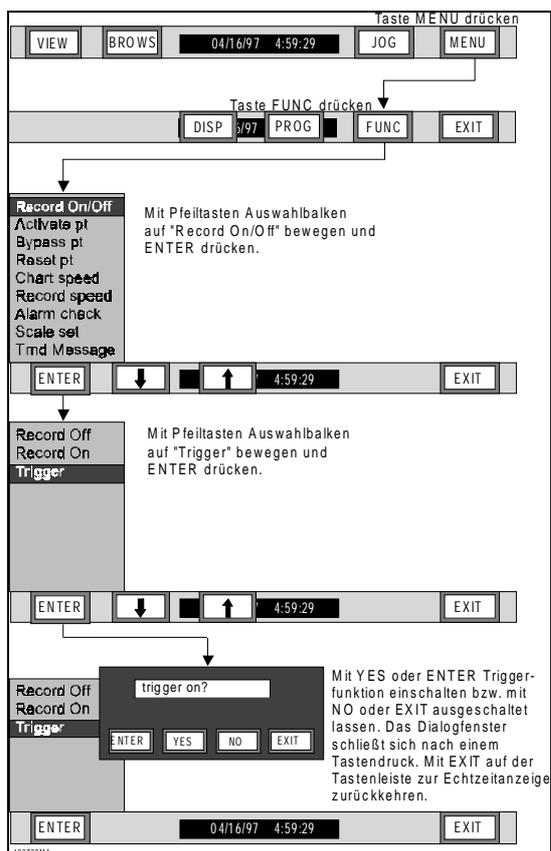

Bild 3-32 Ablaufdiagramm Triggermodus Ein
3. Trigger – Die Funktion "Trigger" bereitet das Gerät auf den Beginn einer Datensicherung vor, wenn ein externes oder internes Ereignis auftritt. Interne Triggersignale können Sie im Parametrieremenü beim Punkt "Record Setup" ("Datensicherung einrichten") definieren; externe werden im gleichen Menü bei "Digital I/O" ("Digitale Ein-/Ausgabe") eingestellt. Läuft der Schreiber im Triggermodus, steuert jedes Triggersignal das Ein- und Ausschalten der Datensicherung, je nachdem, ob das relevante Ereignis aktiv oder inaktiv ist. Zum Einrichten des Triggermodus siehe Bild 3-32 und die folgenden Anweisungsschritte: